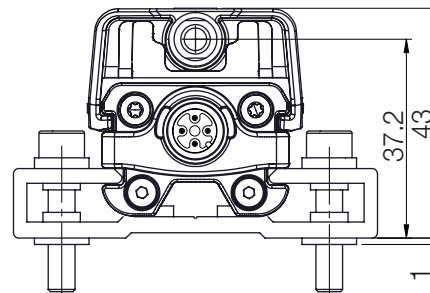
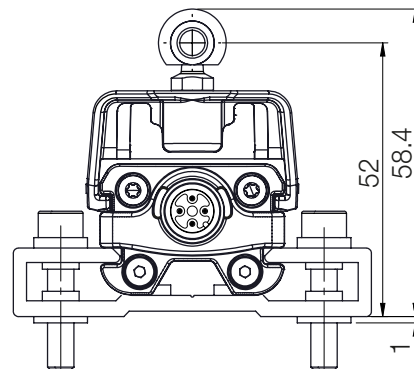
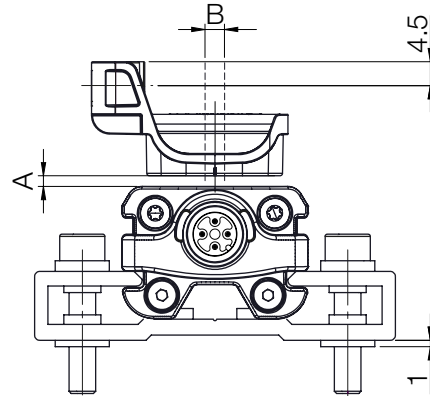
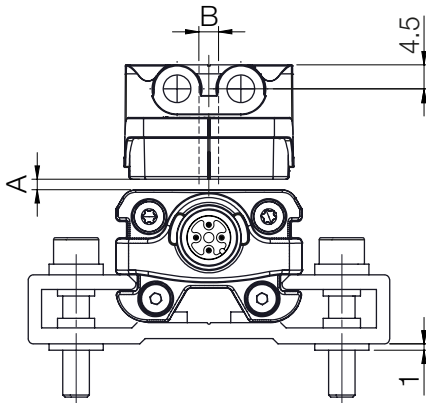

Bild 5-1: Maße und Abstände mit BAM TG-IR-037-A
Bild 5-2: Maße und Abstände mit BAM TG-IR-037-B
Bild 5-4: Maße und Abstände mit BAM TG-IR-036-B
Bild 5-3: Maße und Abstände mit BAM TG-IR-036-A
Das schnelle induktive Positionsmesssystem BIR eignet sich sowohl für freie, d. h. berührungslos arbeitende Positiongeber (siehe Bild 5-3 und Bild 5-4) als auch für geführte Positiongeber (siehe Bild 5-1 und Bild 5-2).
- Für den Abstand A zwischen Positionsgeber und BIR, und für den Mitterversatz B (siehe Bild 5-3 und Bild 5-4) sind folgende Werte einzuhalten: